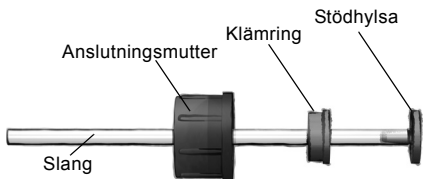

Fig. 8 Anslutning för hydraulik
2. För in stödhylsan helt i slang, se fig. 8.